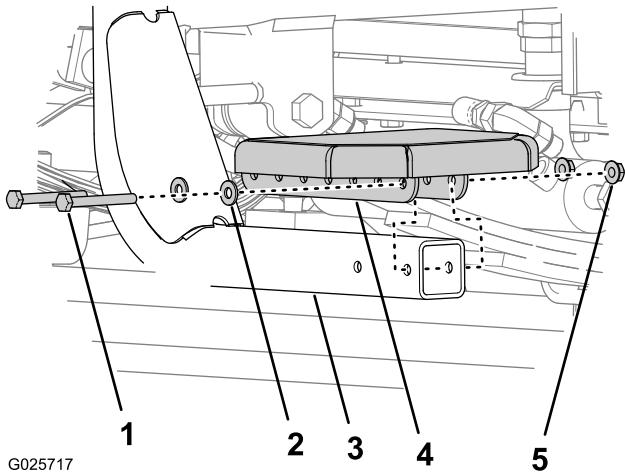

图3
1. 将踏板上的 2 个孔与踏板底座端部上的 2 个孔对齐 (图3)。
2. 使用 2 个六角螺栓 (1/4 x 2-1/4 英寸)、2 个凸缘螺母和 2 个垫圈、将踏板固定到踏板底座 (图3)。